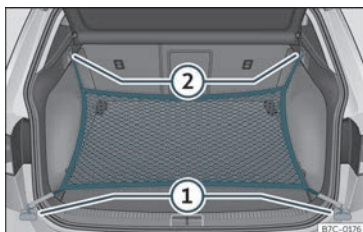

Fig. 113 Al maleter:argolles ① i ganxos ② per en-
- Fixeu els ganxos curts de la xarxa a les anelles d'amarratge »» **fig. 113** ① »» ⚠. La cremallera de la bossa ha de quedar cap amunt.
- Fixeu les cintes als ganxos per penjar bosses ②.